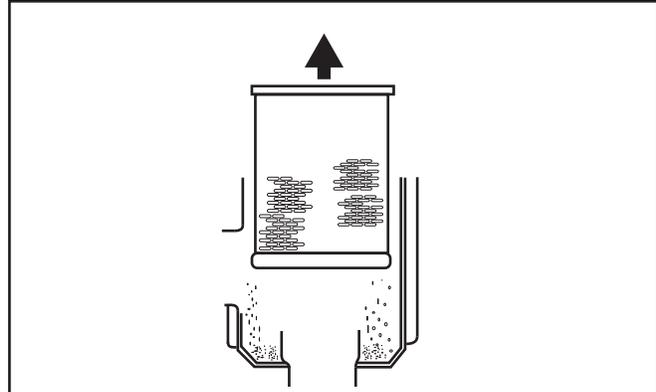

Figure 8 - Dépose du filtre
3. Retirer l'élément filtrant en s'assurant de ne pas toucher les parois du boîtier. Voir Figure 8.